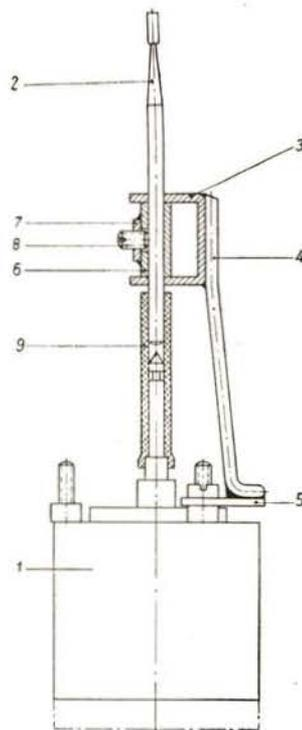

Bild 4 Lagerung des Bohrers am Man:perm-Motor (Maßstab 1 : 1)
In Bild 4 wird der Anbau eines Antriebes mit behelfsmäßigem „Bohrfutter“ an einen Piko-Motor gezeigt. Die Teile 3 und 5 werden aus Blech geschnitten, Teil 4 aus Draht zurechtgebogen und dann zusammengelötet. Die Löcher in Teil 3 dürfen dem Bohrer möglichst wenig Spiel lassen, da er sonst beim Fräsen nicht sauber geführt werden kann. Das Lager wird mit den Muttern des Motors befestigt und ausgerichtet. Als Längslager dient ein Rohrstück (6), das angebohrt ist. Eine Mutter (7) wird so aufgelötet, daß die Buchse mit der Schraube (8) auf den Bohrer geklemmt werden kann. Das Längslager ist für Fräsarbeiten nicht unbedingt erforderlich. Man kann vorläufig darauf verzichten, wenn kein passendes Rohrstück zur Hand ist. Als Kupplung zwischen Motor und Bohrer dient ein Stück Ventilgummi (9). Die Bohrer werden etwas eingefettet, da sie sich dann wesentlich leichter in den Gummischlauch einführen lassen. Beim Wechsel braucht nur die Schraube (8) gelöst und der Bohrer herausgezogen zu werden.